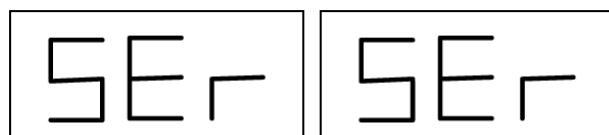

Рис. 9.1 - Режим СЕРВИС включен
2. Нажмите [F + P3]. Стенд переходит в сервисный режим, и будет отображаться сообщение **Ser Ser**. См. рисунок 9.1;